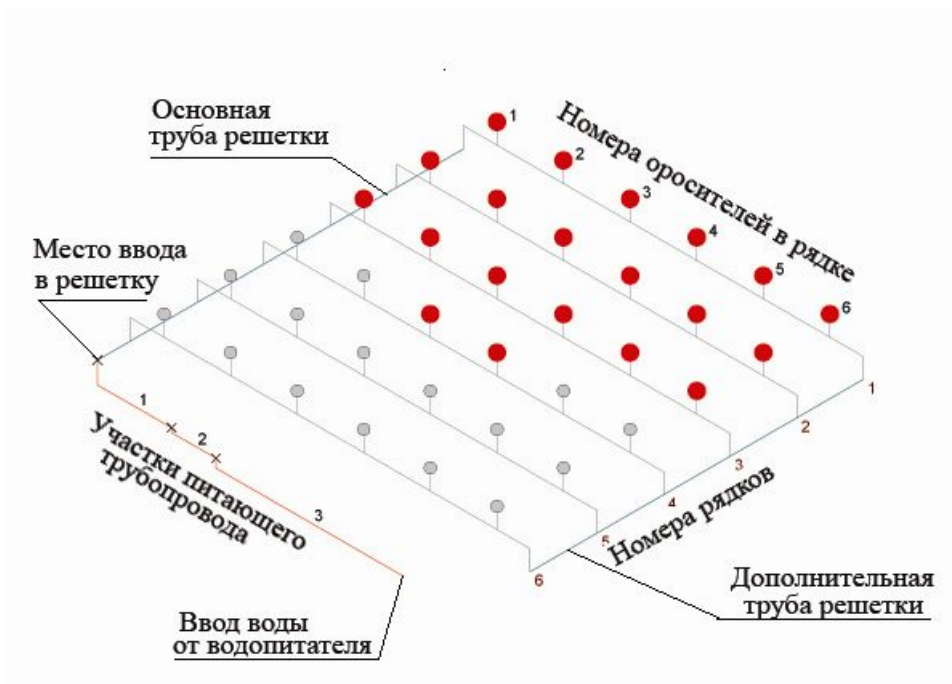
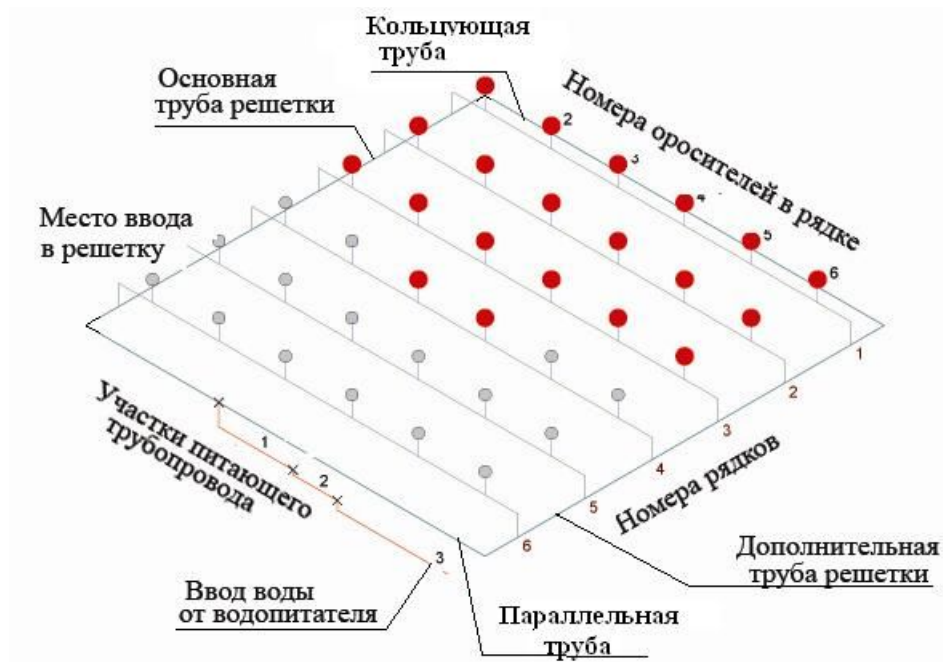
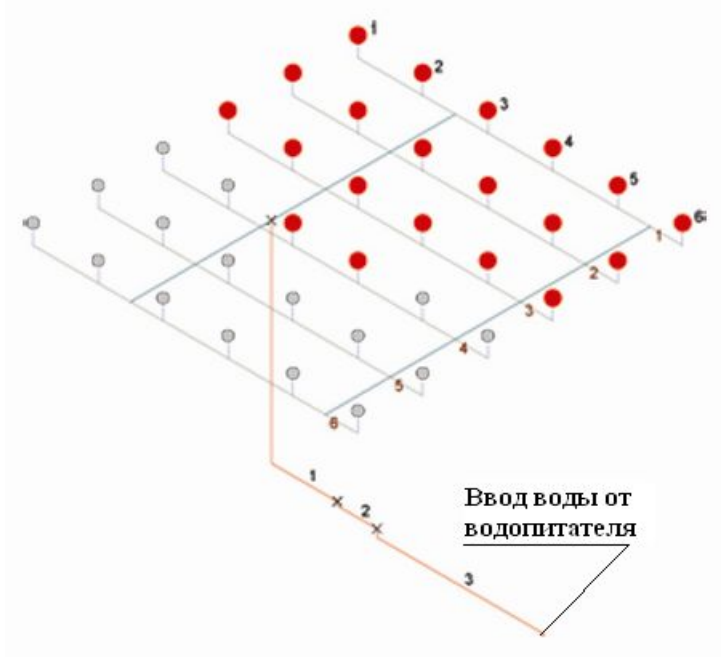

Рис. 1
Рис. 2
Рис. 3
Решетчатой системой будем называть систему, конфигурация которой представляет собой одинаковые распределительные трубопроводы со спринклерными (дренчерными) оросителями (рядки), присоединенные с двух сторон к питающим трубопроводам. При этом оросители в рядках и сами рядки равномерно распределены в пространстве, расстояния между оросителями в рядке приблизительно одинаковы, расстояние по горизонтали между ближайшим к питающему трубопроводу оросителем и самим питающим трубопроводом приблизительно равно половине расстояния между оросителями в рядке и расстояния между рядками также приблизительно одинаковы. Пример решетчатой системы приведен на рис. 1 (здесь и далее кружками показаны оросители, увеличенными красными кружками показаны расчетные оросители, а линиями участки трубопроводов).
Питающие трубопроводы решетки могут (но не обязательно) образовать неполное кольцо с помощью трубы, параллельной рядкам со стороны подвода воды (параллельной трубы), или образовать полное кольцо с помощью этой трубы и трубы, параллельной рядкам с противоположной стороны (кольцующей трубы), как показано на рис. 2. При этом расстояние от параллельной или кольцующей трубы до ближайшего рядка принимается равным половине расстояния между рядками внутри решетки.
Ввод воды в решетчатую систему может быть непосредственно в основную трубу решетки при отсутствии параллельной трубы, как показано на рис. 1, или в любом месте параллельной трубы, как показано на рис. 2, или в любом месте основной трубы решетки, как
показано на рис. 3. Решетчатая система может иметь консольно расположенные оросители в рядках (см. рис. 3). Сами рядки (с консольными оросителями или без них) могут располагаться выше основной и дополнительной труб решетки, соединяясь с ними вертикальными участками того же диаметра (см. рис. 1 и 2).
- при вводе воды от водопитателя непосредственно в основную трубу решетки, как показано на рис. 1, – укажите любой буквенный символ;
- при вводе воды в параллельную трубу, как показано на рис. 2, – укажите расстояние в метрах от места соединения параллельной трубы с основной трубой до места ввода воды;
- при вводе воды в основную трубу решетки, как показано на рис. 3, – укажите расстояние в метрах **со знаком минус** от параллельной трубы до места ввода воды (например: -5). В случае отсутствия параллельной трубы укажите расстояние в метрах **со знаком минус** от последнего по номеру рядка, увеличенное на половину расстояния между рядками;